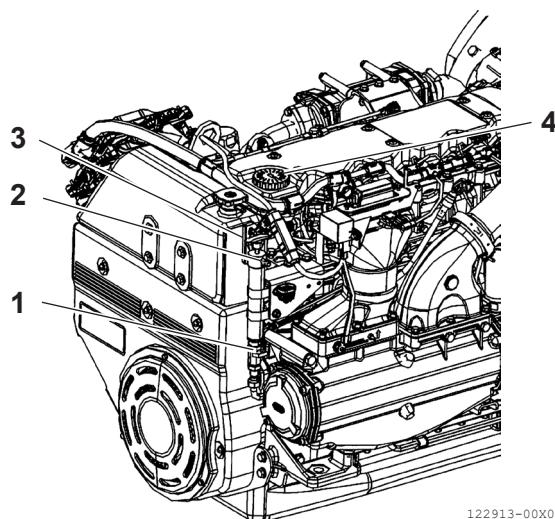

Figura 7
- Coloque un recipiente debajo de la bomba manual (**Figura 7 [3]**) en la tubería de salida (**Figura 7 [2]**) para recoger el aceite usado.
- Abra la válvula de extracción llevando la palanca (**Figura 7 [1]**) a la posición vertical.
- Afloje el tapón de llenado de aceite (**Figura 7 [4]**) y accione la bomba manual (**Figura 7 [3]**) necesaria para extraer el aceite hasta que el cárter esté completamente vacío.
- Con la varilla de medición (**Figura 7 [4]**), compruebe que el nivel de aceite esté entre los niveles «Min» y «Max».
- Cierre la válvula llevando la palanca (**Figura 7 [1]**) a la posición horizontal.